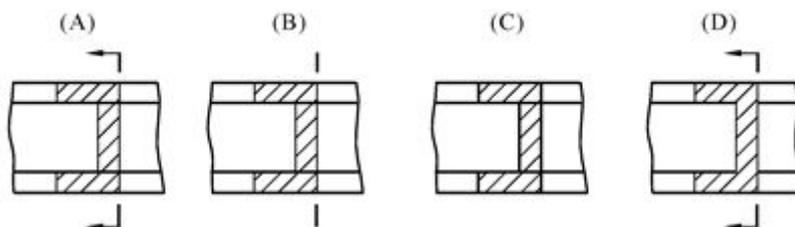

图 A-8
- 154.在图 A-8 中正确的重合断面图是图 A-8( A )。